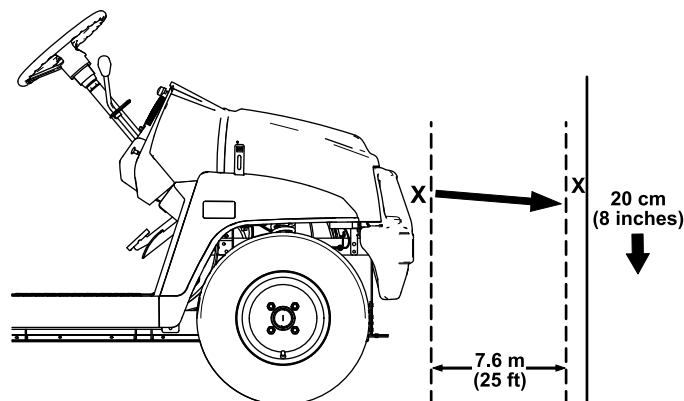

Figure 48
- Garez la machine sur une surface plane et horizontale avec les phares à environ 7,6 m (25 pi) devant un mur (Figure 48).
La partie la plus brillante du faisceau doit se trouver 20 cm (8 po) en dessous du repère que vous avez fait sur le mur (Figure 48).